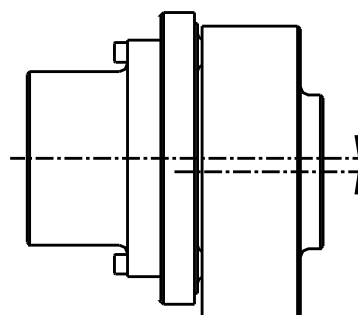

Figure 6: Désalignement radial
- Ne soient pas décalés radialement l'un par rapport à l'autre (voir Figure 6: Désalignement radial).